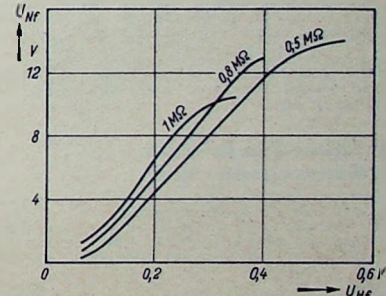

Bild 15. Empfindlichkeitskurven eines Audions bei verschiedenen Schirmgitterwiderständen
6. Schalter auf „A“. 30% modulierte Hochfrequenzspannung eines Meßsenders an die Punkte 1...5 anlegen. NF-Spannung an 42...5 leistunglos messen (Röhrenvoltmeter). Niederfrequenzspannung in Abhängigkeit von der Hochfrequenzspannung nach Bild 15 für verschiedene Schirmgitterwiderstände als Kurve auftragen. Es ergibt sich: Kleinere Schirmgitterwiderstände ergeben größeren Aussteuerbereich, aber geringere Empfindlichkeit. Messungen im gesamten Tonfrequenzgebiet. (Hierzu ist ein guter Schwebungsummer oder Tongenerator erforderlich, steht er nicht zur Verfügung, so können behelfsweise die Versuche rein gehörmäßig bei Ortssenderempfang oder guter Schallplattenmusik durchgeführt werden.)